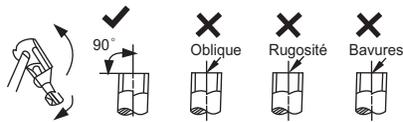

Figure 32 – Coupe des tuyaux
- b. Coupez le tuyau à 90 degrés (voir fig. 32) au moyen d'un coupe-tube.